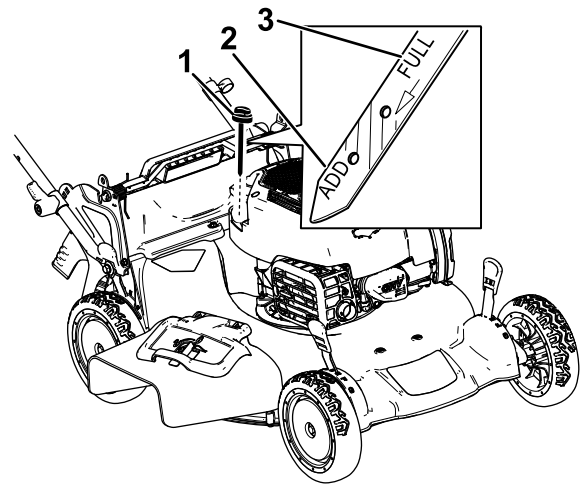

Figura 26
3. Retire a vareta rodando-a no sentido contrário ao dos ponteiros do relógio e puxando-a para fora (Figura 26).
10. Leia o nível de óleo na vareta (Figura 26).